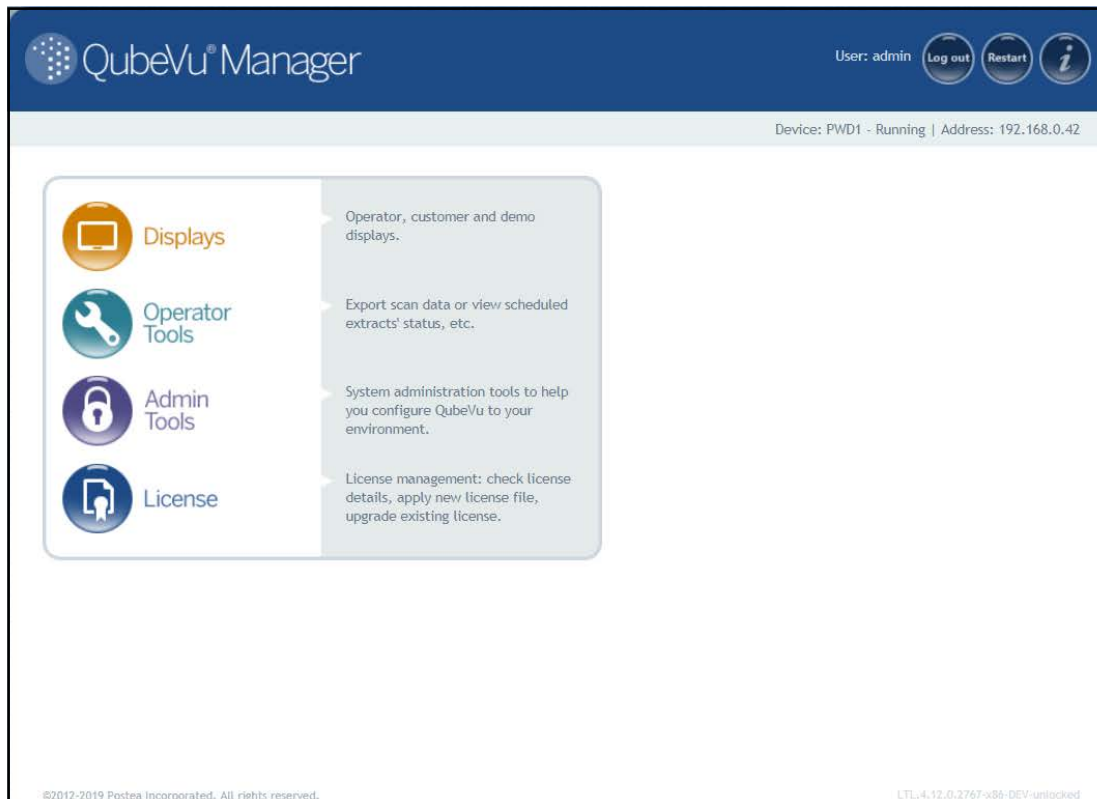

Figure 2-1. Page d'accueil de QubeVu Manager
1. Appuyez sur  **Admin Tools** dans le menu **QubeVu Manager** (Figure 2-1, page 8) pour accéder au menu **Admin Tools** (Outils d'administrateur).